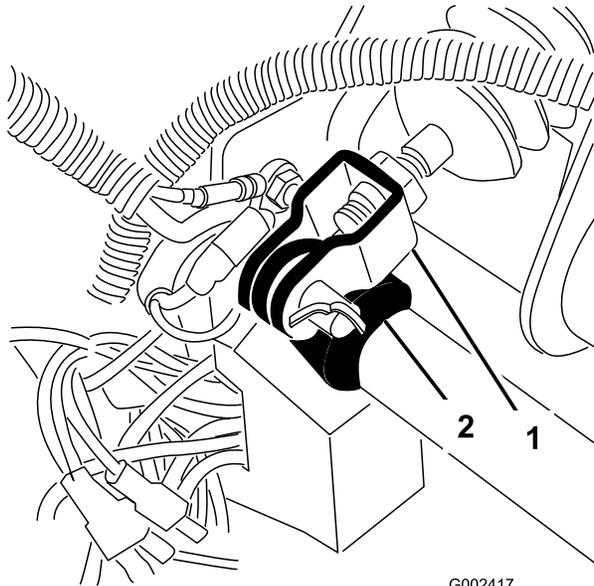

図 66
1. マスターシリンダ・ヨークをブレーキペダルのピボットに固定しているコッターピンとクレビスピンを取る図 66。